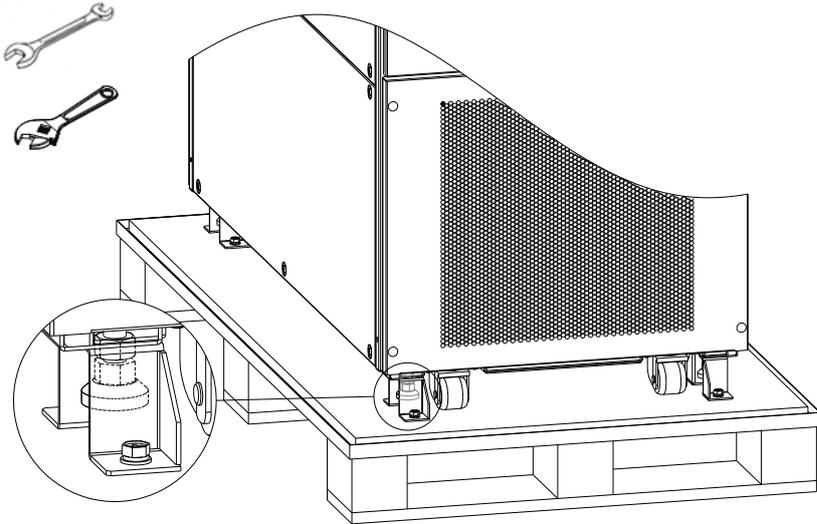

图2-7 降低机柜地脚
- 4) 用 19 号呆扳手旋拧地脚螺母，降下地脚，撑起机柜，用活动扳手拆掉 M8 螺栓，取下几字形地脚压板，如图 2-7。